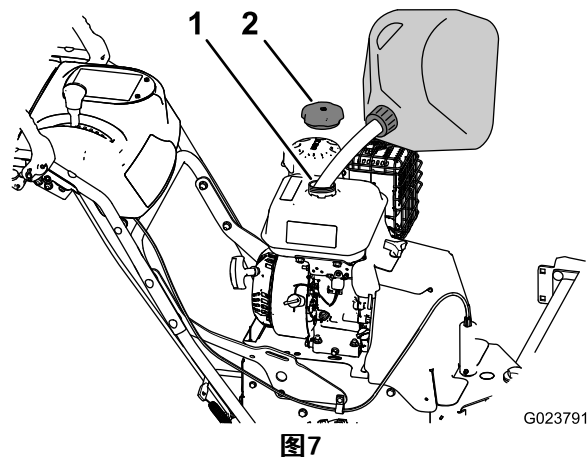

图7
1. 清理燃油箱盖（图7）附近的区域。
2. 从燃油箱上取下盖子（图7）。
4. 装上燃油箱盖，擦干净任何溢出的汽油（图7）。